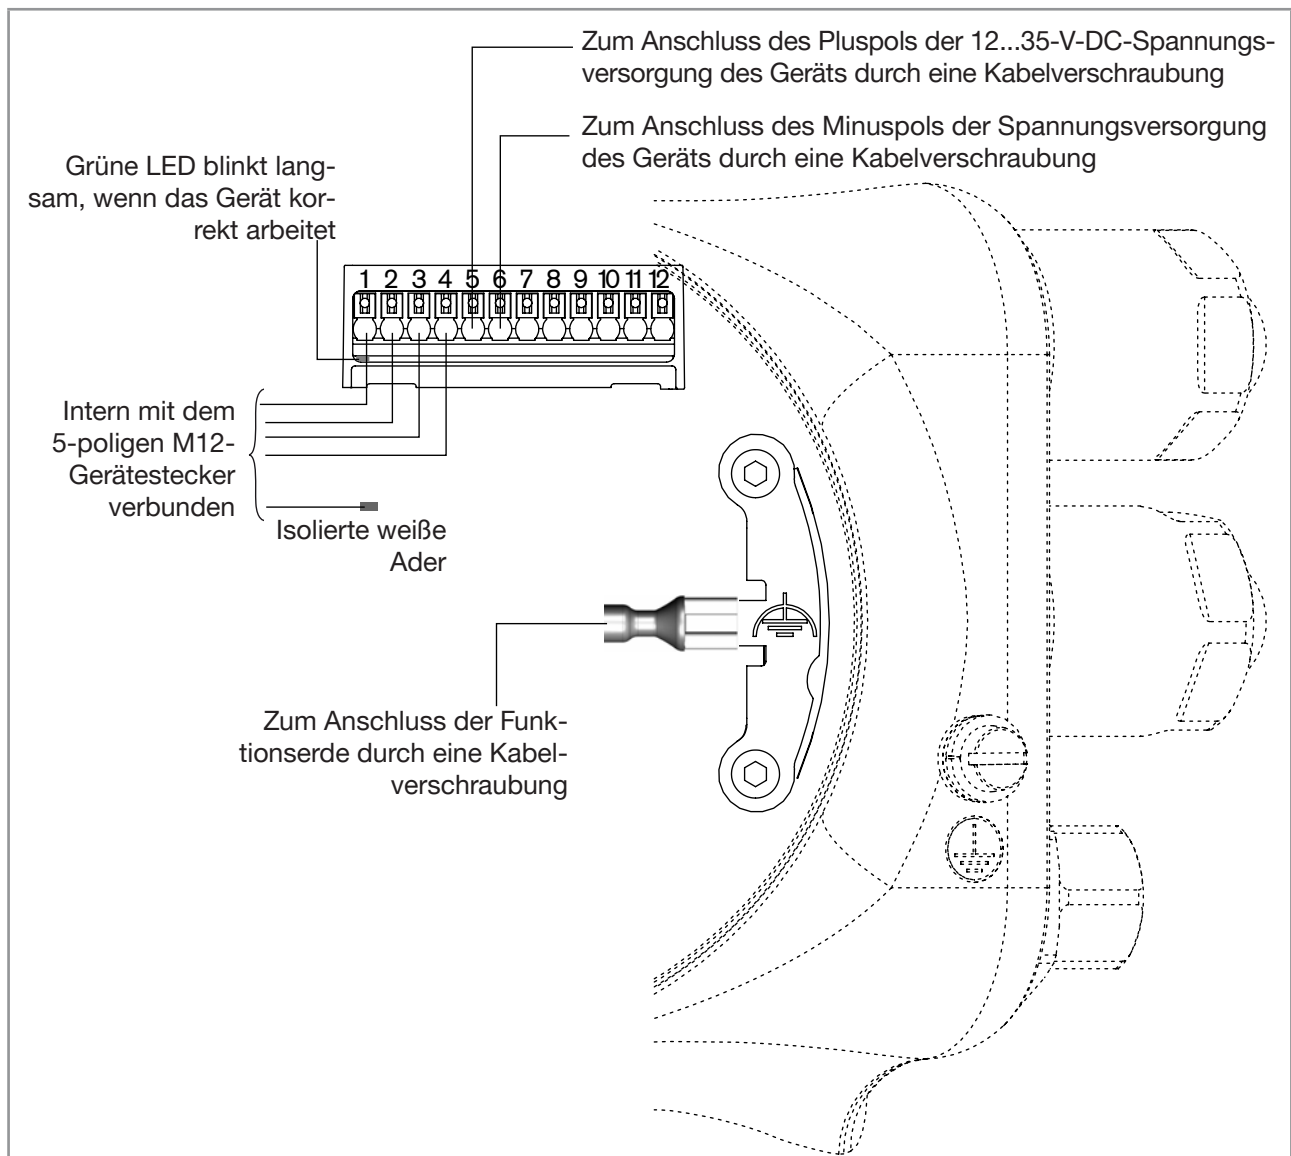

Abb. 31: Anschließen der 12...35-V-DC-Spannungsversorgung durch die M20 x 1,5-Kabelverschraubungen
- entweder an die Funktionserdeplatte im Transmittergehäuse (siehe Abb. 31 in Kapitel 8.13),
3. Die Spannungsversorgung anschließen wie gezeigt in Abb. 31.